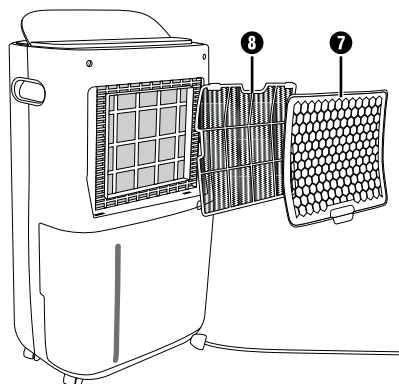

Fig. 6
- ◆ Til udtagning af luftindgangsgitteret ⑦ sidder der en gribefordybning nederst på gitteret. Tag luftindgangsgitteret ⑦ ud bagfra.
- ◆ Støvsug luftindgangsgitteret ⑦, eller rengør det med en blød børste.
- ◆ For at fjerne luftfilteret ⑧ fra luftindgangsgitteret ⑦ skal du trykke på de to holdetapper på undersiden af luftfilteret ⑧. Luftfilteret ⑧ løsner sig fra holdefremspringene på luftindgangsgitteret ⑦.
- ◆ Tag nu luftfilteret ⑧ ud.
- ◆ Støvsug luftfilteret ⑧, eller rengør det med en blød børste. Hvis snavset sidder fast, vaskes luftfilteret ⑧ med lunkent vand.
- ◆ Lad luftfilteret ⑧ tørre helt, før det sættes ind i produktet igen med luftindgangsgitteret ⑦.
- ◆ Monteringen foretages i omvendt rækkefølge (se fig. 6). Sæt først luftfilteret ⑧ under de to øverste holdefremspring på luftindgangsgitteret ⑦ og derefter under de nederste.